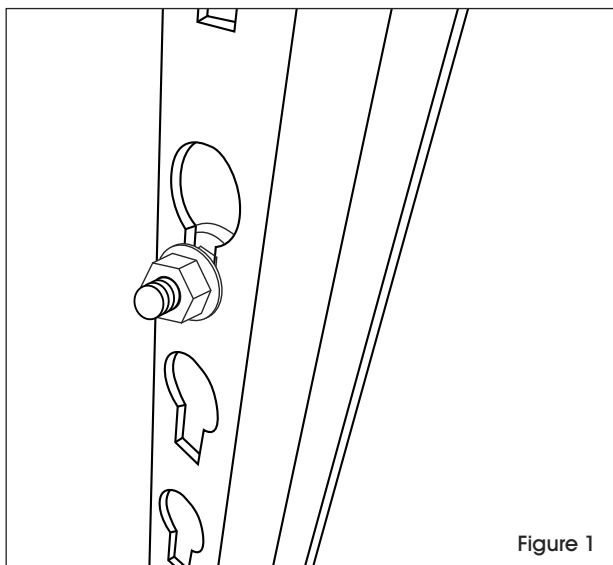

Figure 1
3. Soulevez et sortez les boulons et les écrous à embase et déplacez-les à la hauteur voulue. Serrez à la main les écrous à embase mais pas complètement. (Voir Figure 1)